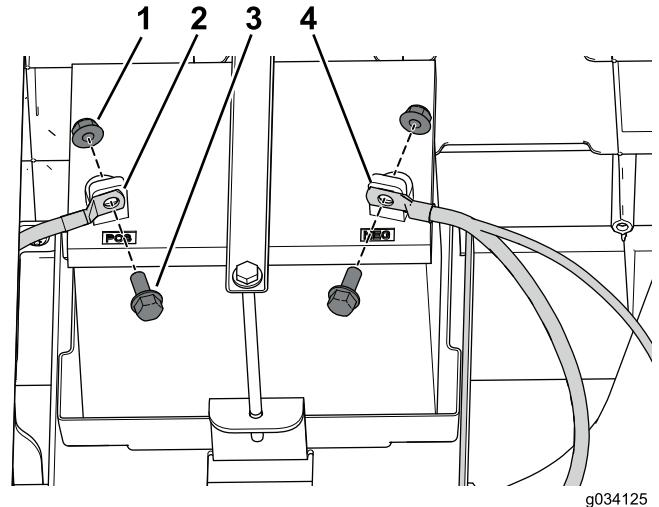

**Bild 47**
4. Befestigen Sie die ursprüngliche linke Platte mit den entfernten Befestigungen an den Platten des hinteren Sitzunterteils (Bild 46 und Bild 47).